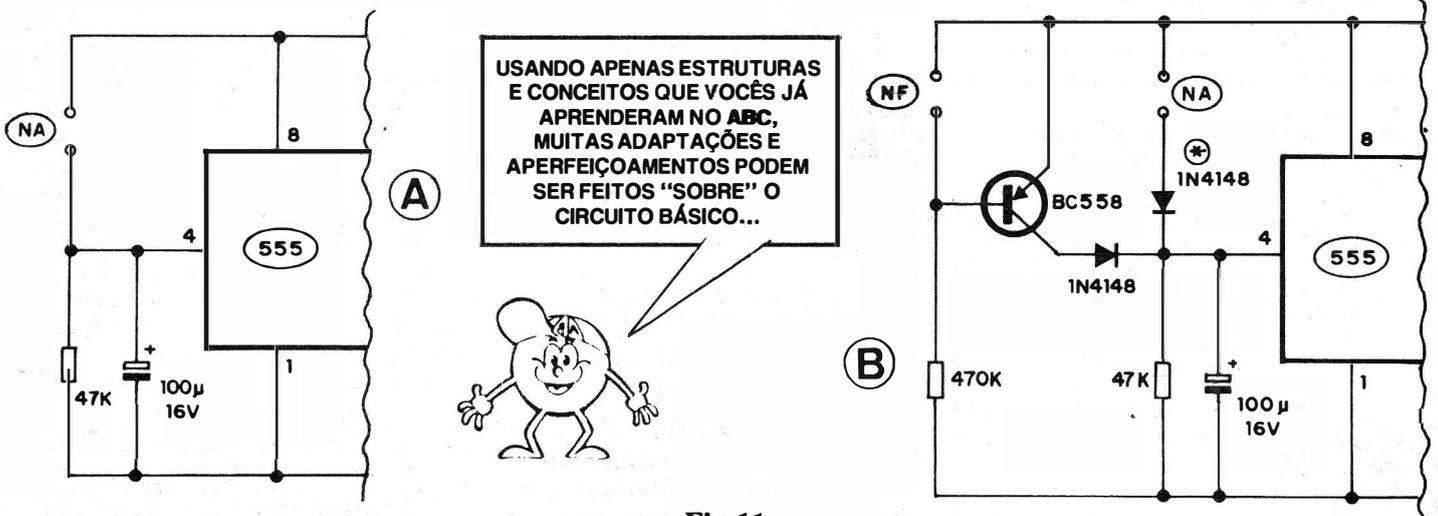

Fig.11
- **11-B** - Utilizando **links NORMALMENTE FECHADOS e NORMALMENTE ABERTOS, SIMULTANEAMENTE**, com o mesmo circuito "mãe" - com o mero auxílio de um único diodo isolador extra (1N4148, marcado com um asterisco, no diagrama...), é possível "somar" as atuações do circuito básico (fig. 1) com o diagrama da fig. 11-A, obtendo a possibilidade de se acoplar dois **links** de diferentes tipos aos circuito principal! Aos pontos NF serão acoplados os (quantos se queira) sensores NF, dispostos eletricamente **em série**, enquanto que, aos contatos NA será acoplado o **link** formado unicamente por sensores Normalmente Abertos (**em paralelo**, todos...). Nesse arranjo, de funcionamento super-sofisticado (com o que o Leitor/"Aluno" terá um sistema de alarme bastante próximo de complexas Centrais de Proteção, **muito** mais caras...), qualquer sensor NF que "abrir" ou qualquer NA que "fechar", ainda que por breve instante, acionará o disparo, mantendo a temporização de 15 segundos (**mesmo** - em qualquer caso - que seja imediatamente "revertida" a condição local que determinou tal disparo...). Diversas portas, janelas e passagens podem, então, ser simultaneamente controladas, num sistema sofisticado e completo capaz de proteger amplas instalações! É só por a cabeça pra funcionar, e analisar as possibilidades (dá até para "ganhar uns trocados" montando e instalando para terceiros, completos sistemas de proteção contra "invasões"!